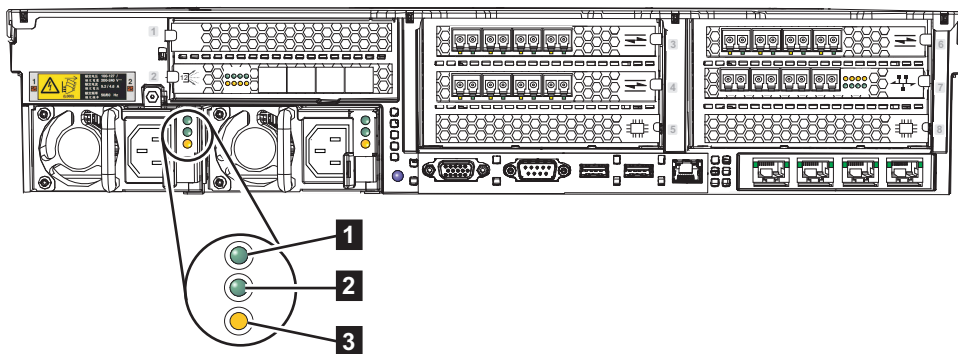

Figura 140. LEDs de CA, CC e de erro de energia do 2145-SV1
5. Verifique se os LEDs de energia AC (**1**) e DC (**2**) estão acesos. Cada fonte de alimentação possui um conjunto de LEDs indicadores, conforme mostrado em Figura 140. Neste exemplo, a figura mostra os indicadores de LED para fonte de alimentação 1.
- **1** o LED verde indica que a fonte de alimentação de corrente alternada (AC) está operando corretamente.
- **2** o LED verde indica que a fonte de alimentação de corrente contínua (DC) está operando corretamente.